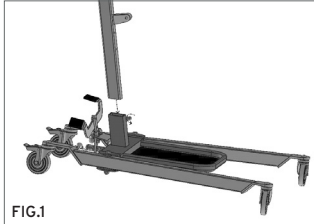

FIG.1
1. Svitare la vite nella base della colonna. (Fig.1)
2. Inserire la colonna nella cavità prevista nella base, inserire la vite che blocca la colonna nella base e avvitare bene. (Fig.1)